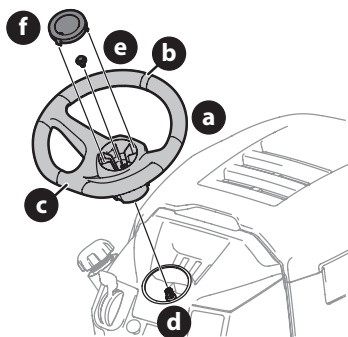

Figure 14
1. Placez les roues de l'appareil de sorte qu'elles pointent vers l'avant, puis placez le volant de direction (a) sur l'arbre de direction (d) en vous assurant que la ligne au milieu (b) du volant (a) pointe vers l'avant et que la partie plate du volant (c) soit face vers le siège (Figure 14).
2. Fixez le volant de direction (a) avec le boulon hexagonal (e) qui se trouve sous le capuchon (f). Serrez le boulon à un couple de 24-30 N·m (18 à 22 pi·lb) (Figure 14).
3. Placez le couvercle du volant de direction (f) au centre du volant de direction (a) et poussez-le jusqu'à ce qu'il s'enclenche (Figure 14).
NOTE : Un enduit frein est appliqué sur le boulon (e) qui fixe le volant de direction (a). Si vous retirez le boulon, il est recommandé d'appliquer de l'enduit frein ou de remplacer le boulon (e) (Figure 14).